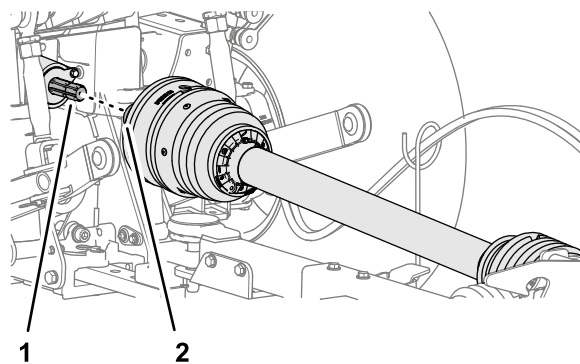

Figura 30
1. Alinhe o acoplamento de ligação rápida do veio da transmissão da tomada de força com o eixo de saída da tomada de força (Figura 30).